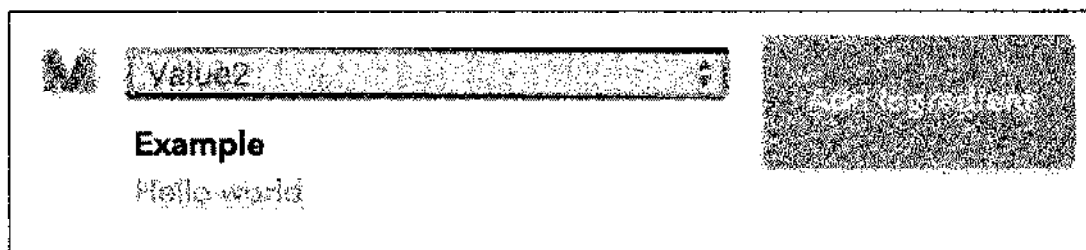

Рис. 7.18. Добавление переменных в триггерный канал
4. Создадим теперь более сложное сообщение, чем в первом проекте этой главы, потому что мы хотим получать информацию об измерениях, выполненных ESP8266 с помощью включенного в нашу схему датчика DHT11 (см. рис. 7.2). Благодаря IFTTT это очень просто сделать, используя инструмент помощника для добавления значений (кнопка **Add Ingredient**)⁵, поступивших из триггерного канала (рис. 7.18).